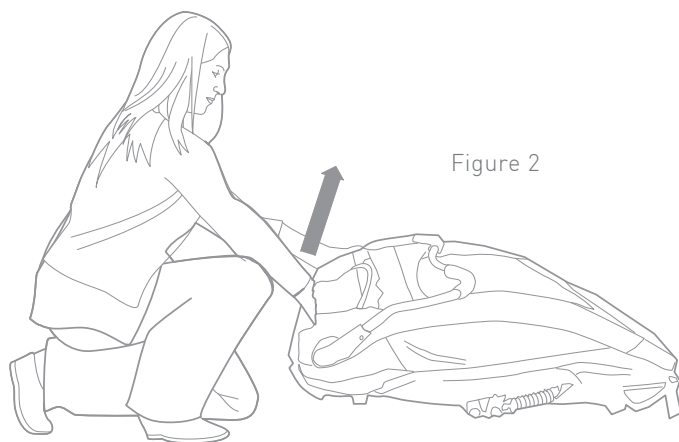

Figure 2
1. Lift upper frame at rear (Figure 2).
1. Heben Sie den oberen Rahmen an der Rückseite hoch (Abbildung 2).
1. Levez le cadre supérieur depuis l'arrière (Figure 2).